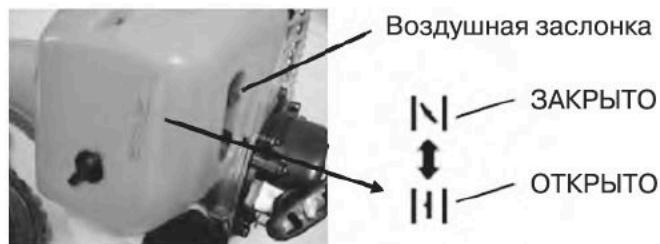

рис. 12
4. Переместите воздушную заслонку в положение «ЗАКРЫТО». Рис. 12.
7. После запуска двигателя переместите воздушную заслонку в положение «ОТКРЫТО» (рис. 12).